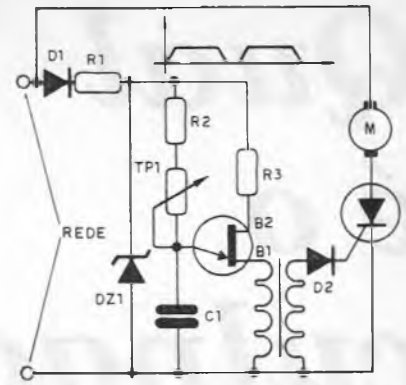

Fig.5
21. No circuito (fig. 5), caso o resistor R2 triplique seu valor ôhmico: